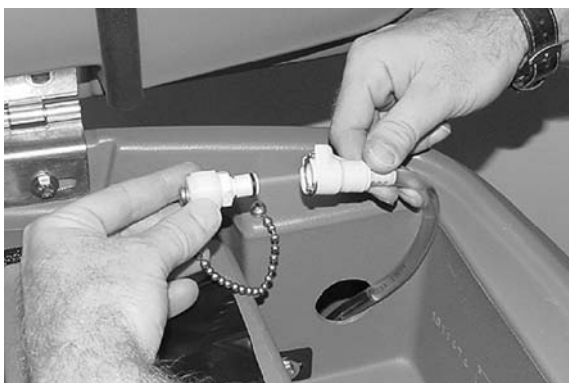

FIG. 51
11. Modèle FaST : branchez le tuyau d'alimentation FaST-PAK sur le bouchon de stockage lorsque vous ne l'utilisez pas (Figure 51). Éliminez toute trace de concentré séché du raccord du tuyau, en le trempant dans de l'eau chaude.